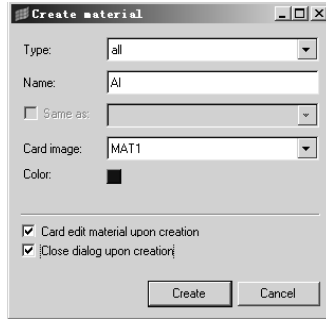

图 7-42 建立材料模型
(1) 建立名为 Al（即铝）的材料模型，选择材料类型为 MAT1，如图 7-42 所示。